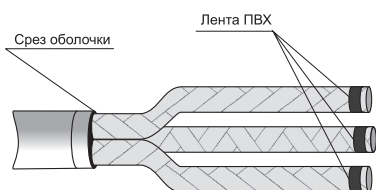

Рисунок 4
4.11 Развести жилы кабеля с радиусом изгиба жил не менее 10-кратной высоты сектора или диаметра жилы по изоляции. Обезжирить их салфеткой, смоченной в бензине или ацетоне. Закрепить фазную изоляцию на концах жил бандажом из двух-трех витков ПВХ ленты (рисунок 4).